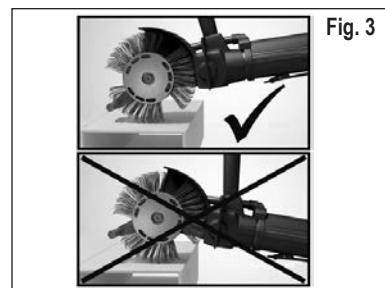

Fig. 3
8. Pour obtenir de meilleures performances, il convient de veiller à ce que la Tige d'Accélération soit dirigée le plus près possible de la surface à usiner. Quand la Tige d'Accélération est trop éloignée de la surface, les performances baissent sensiblement. Cf. fig. 3.